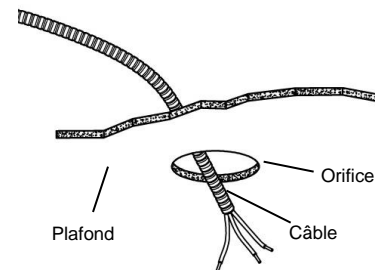

Fig. 3
3. Passez un câble armé (BX) ou un câble non métallique (NM) (également appelé câble Romex) du disjoncteur ou de la boîte de fusibles jusqu'à l'orifice de 10,8 cm (4 ¼ in.), en laissant dépasser une longueur de 15,2 cm (6 in.) - 20,3 cm (8 in.) hors de l'orifice. Vous pouvez utiliser un câble de calibre 12 AWG ou moins. (Fig. 3) **(MISE EN GARDE : utilisez des fils d'alimentation conçus pour résister à une température de 90° et plus.)**